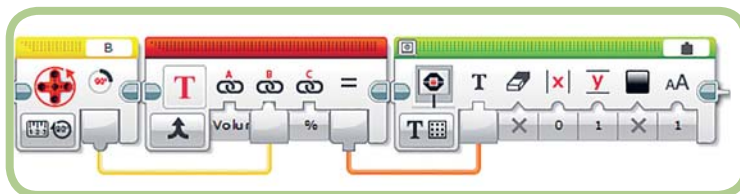

Рис. 12.20. Отображение уровня громкости звука
На рис. 12.20 показаны блоки, используемые программой *SoundMachine* для отображения уровня громкости, который контролируется мотором В. С помощью блока **Вращение мотора** (Motor Rotation) считывается значение, блоком **Текст** (Text) добавляются метка и единица измерения, с помощью блока **Экран** (Display) полученный текст выводится на экран модуля EV3. Необходимо, чтобы в контейнере «Мой блок» выполнялась аналогичная функция, но также была возможность передать в него в качестве входных данных любое число. Существуют и другие параметры этого контейнера, которые было бы полезно настраивать в каждом конкретном случае, например, текст для метки и единицы измерения.
Посмотри на остальные вводы блоков **Текст** (Text) и **Экран** (Display), изображенных на рис. 12.20, и подумай, какие из них должны быть настраиваемыми и какими должны быть их значения по умолчанию. Далее приведен список параметров, которые было бы логично включить.
2. Скопируй три блока, показанные на рис. 12.20, в новую программу.